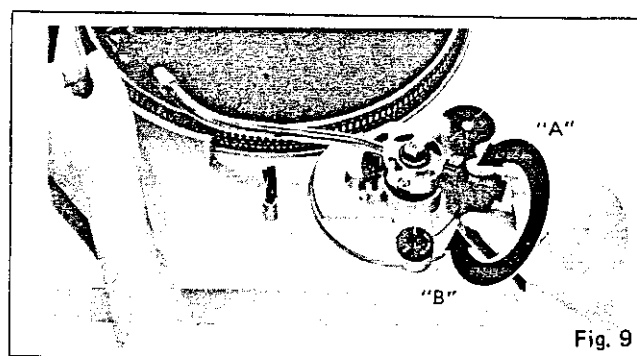

Fig. 9
- Before adjusting horizontal zero (0) balance, check the following:
- Turn the entire balance weight clockwise (indicated by the arrow "A") or counterclockwise (indicated by the arrow "B") until the tonearm is approximately balanced horizontally (floats freely). (See Figs. 9 and 10.)
Drehen Sie das ganze Gegengewicht im Uhrzeigersinn (Pfeilrichtung "A") oder Gegenurzeigersinn (Pfeilrichtung "B"), bis der Tonarm ungefähr in Waage zu liegen kommt (frei schwebend). (Vgl. Abb. 9 und 10.)